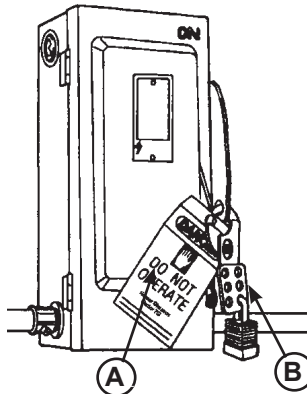

Figura 24
Cuando trabaje con controles electrónicos o eléctricos, asegúrese de que se haya etiquetado (A) y bloqueado (B) la fuente de alimentación conforme a los reglamentos de la OSHA\* y los códigos eléctricos locales aprobados (consulte la Figura 24).